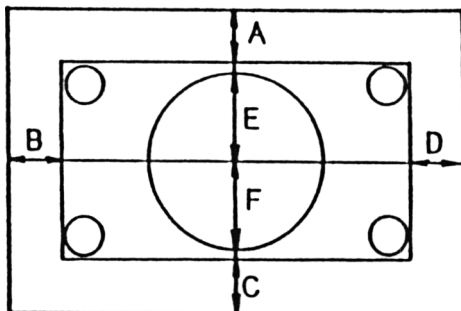

Figure 1
(siehe Abb.1)
5. Mit den Magnetringen am Bildröhrenhals die Bildlage und Mitteneinstellung vornehmen. (siehe Abb. 1; B, D = $12 \text{ mm} + 3 \text{ mm}$)
4. Adjust the L403 so that the Border Size become as shown below. (Refer to Fig. 1)
E,F = 174 mm \pm 2.2 mm (siehe Abb. 1)
2. Mit Regler VR403 das Testbild so einstellen, daß die Kreise rund dargestellt werden. (siehe Abb. 1)
3. Adjust the VR401 so that the Border Size become as shown below. (Refer to Fig. 1) E,F = 174 mm \pm 2.2 mm
2. Adjust the VR403 so that E-F are equal and make 4 circle's on the corners be perfect circle. (Refer to Fig. 1)